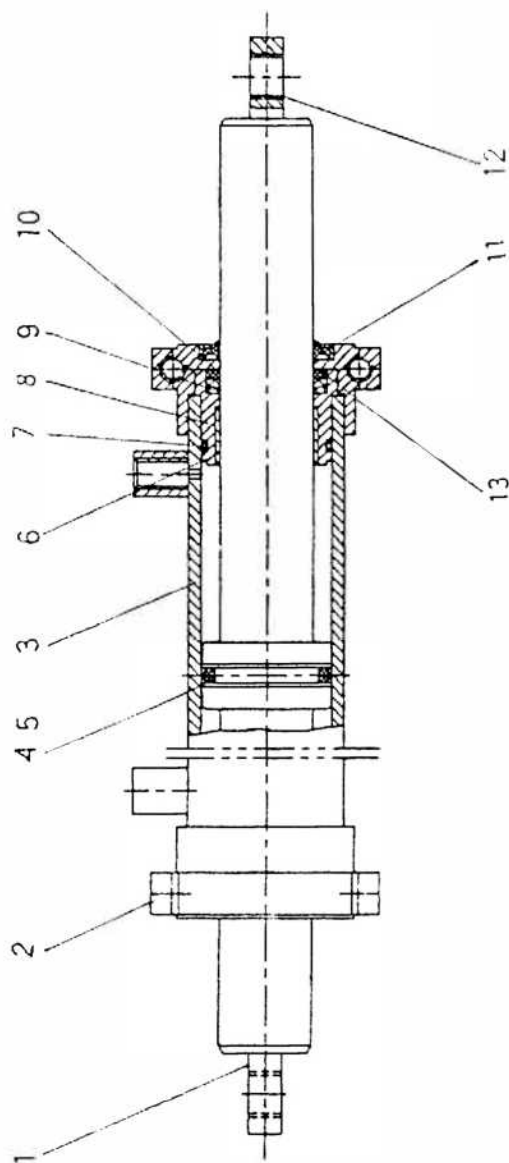

Рис. 6-3. Цилиндр рулевого управления
(2) Гидроцилиндр рулевого управления (см. рис. 6-3)